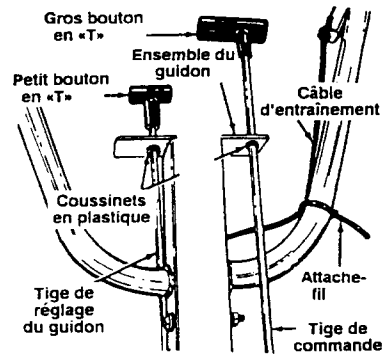

FIGURE 8
- Attachez le câble d'entraînement sur le guidon de gauche avec l'attache-fil. Voir la figure 8. Coupez toute longueur d'attache-fil en trop.
- Faites passer l'extrémité fileté de la tige de commande dans le coussinet en plastique, sur la gauche de l'ensemble du guidon. Voir la figure 8. Vissez le gros bouton en «T» sur l'extrémité de la tige de commande.